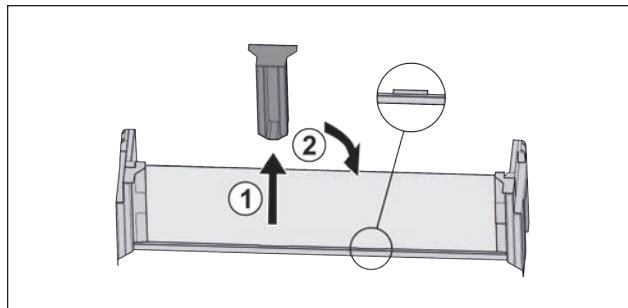

Fig. 17
- Снимите среднюю поддерживающую деталь Fig. 17 (1).
- Вставьте среднюю поддерживающую деталь во вторую позицию Fig. 17 (2).